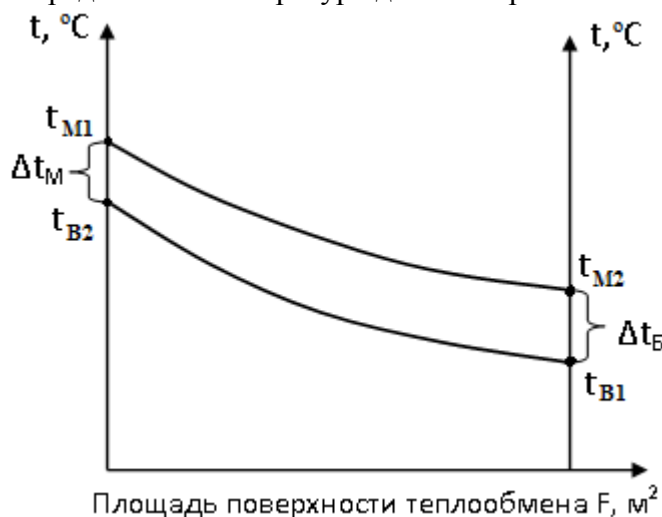

Рис. 2. График распределения температур вдоль поверхности теплообмена
5) Начертить график распределения температур вдоль поверхности теплообмена рис.2.